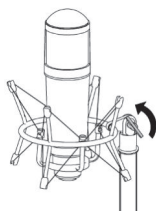

рис. 6
3. Для разворота микрофона используйте гайку и барашковый винт (рис. 6).